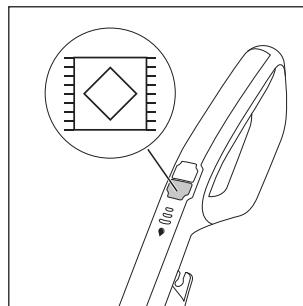

Abb. 17
- ◆ Um das Gerät einzuschalten, drücken Sie den Schalter Teppichboden ⑬ (siehe Abb. 17). Die LED des Schalters Teppichboden ⑬ leuchtet blau.
- Wenn Sie beim Reinigen von Teppichböden den Schalter Reinigungslösung ⑯ betätigen, wird im Vergleich zur Hartfußbodenreinigung doppelt soviel Reinigungslösung auf die Bürstenrolle ⑥ gegeben.
- Um Teppichböden nach der Reinigung schneller trocknen zu lassen, fahren Sie mit dem Gerät mehrmals über den Teppich. Halten Sie dabei den Schalter Reinigungslösung ⑯ nicht gedrückt.
- ♦ Drücken Sie zum Ausschalten des Gerätes erneut den Schalter Teppichboden ⑬ (s. Abb. 17).